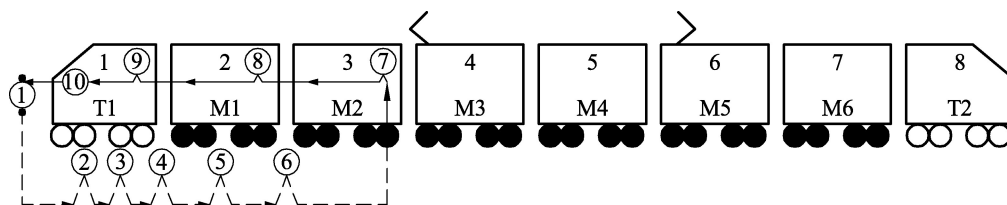

图 1-1 CRH380A 型动车组辅助供、配电系统供电前的检查作业路线
作业路线：如图 1-1 所示，① ~ ⑩ 为作业节点，实线线路表示车内作业，虚线线路表示地沟作业。